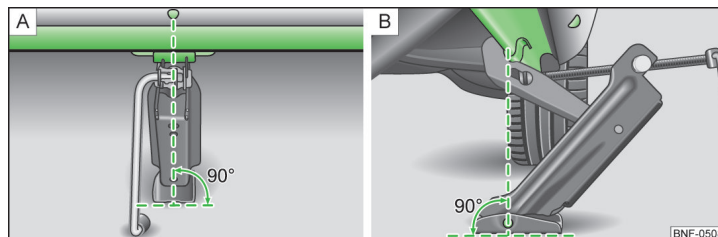

Bild 112 Ansätta domkraften
- » Kontrollera att bottenplattan till domkraften står med hela ytan på jämnt underlag och se till att domkraften står lodrätt i förhållande till fästpunkten » bild 112 - **A**.
- » Skruva upp domkraften med veven så högt under fästpunkten att dess klo griper tag i staget » bild 112 - **B**.